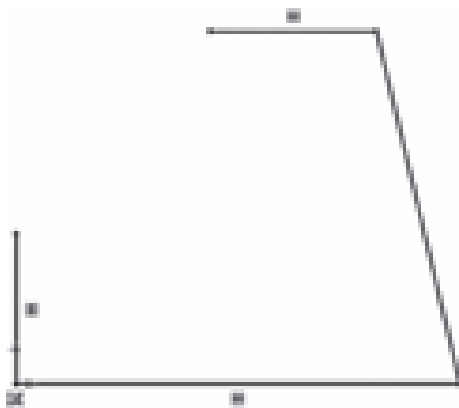

图 1-57 从原点开始绘制直线
- (1) 新建SolidWorks文件，选择【前视基准面】，进入草图绘制环境。
- (2) 从原点开始绘制直线，如图1-57所示。